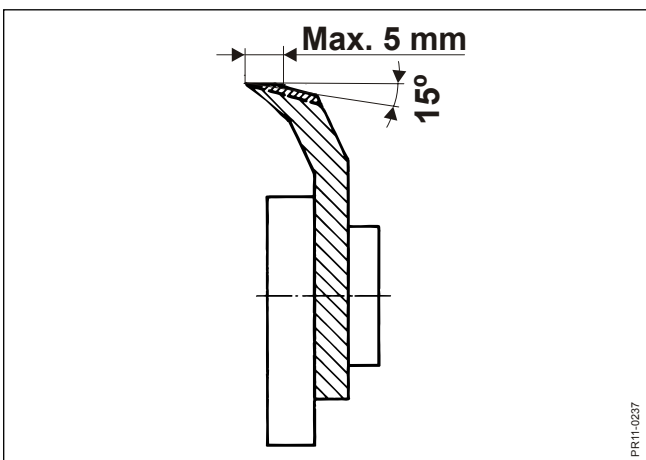

Рис. 4-17
- Рис. 4-17 Чтобы избежать излишнего потребления энергии и износа точильного камня при работе с комбайном, необходимо выполнить грубую заточку или регулировку, когда режущая кромка ножей имеет ширину 5 мм или более. Затачивайте заднюю кромку под углом приблизительно 15°.